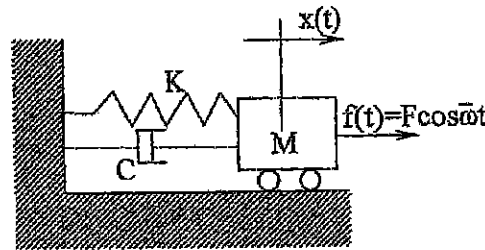

Figura 1.
1. Representar en el diagrama de Argand (diagrama de vectores giratorios) las diferentes fuerzas que intervienen en el sistema discreto básico de la Figura 1, justificándolo con las correspondientes ecuaciones. Indicar cómo quedaría el diagrama en la condición de resonancia. (3p)